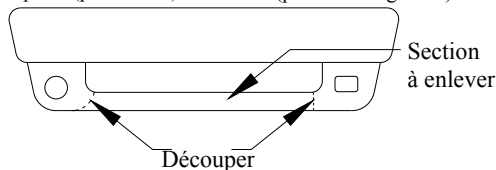

FIGURE 1
①	Qté (2)	Boulon hexagonal, 1/2-13 x 1-3/4 po	③	Qté (2)	Écrou de levier, 1/2 po
②	Qté (2)	Rondelle conique, 1/2 po	④	Qté (4)	Boulon hexagonal, M10 x 1.50 x 45
****REMARQUE : Tous les véhicules Mazda ainsi que les modèles Ford Rangers 1993 à 1997 dotés de phares antibrouillard nécessiteront un découpage important du carénage. Voir la figure 1. CONSULTER LE PROPRIÉTAIRE DU VÉHICULE .**